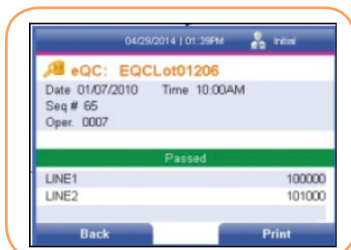

FIGURA 88
2. Use la tecla programable derecha del teclado para seleccionar Ver detalles. Se muestra la fecha y la hora a la que se obtuvo el resultado de CC, junto con el número de secuencia, el operador, el número y lote de análisis y los resultados aprobados y fallidos (Figura 88).